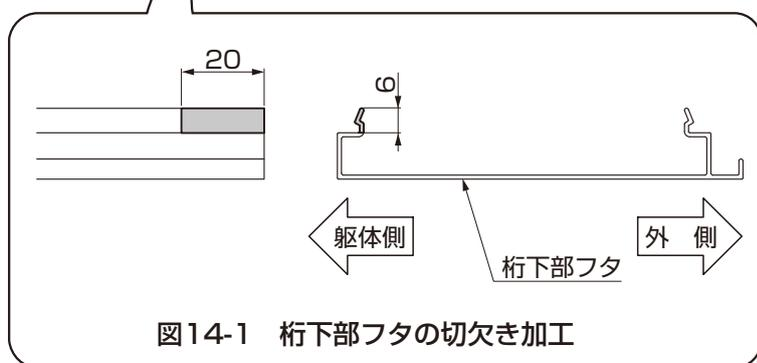

図14-1 桁下部フタの切欠き加工
- ① 桁下部フタの両端部を切欠き加工してください。(図14-1参照)